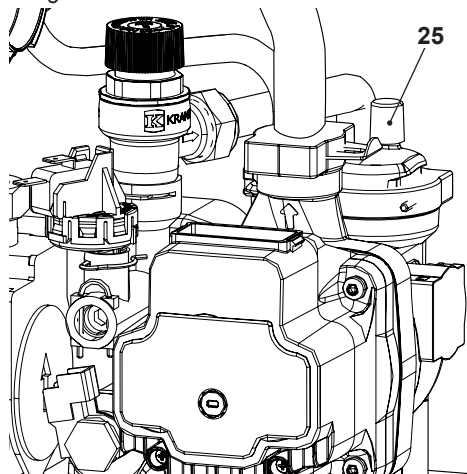

Figura 9.5
- Per facilitare lo svotamento, svitare il tappo 25 della valvola di sfiato automatica in Figura 9.5.